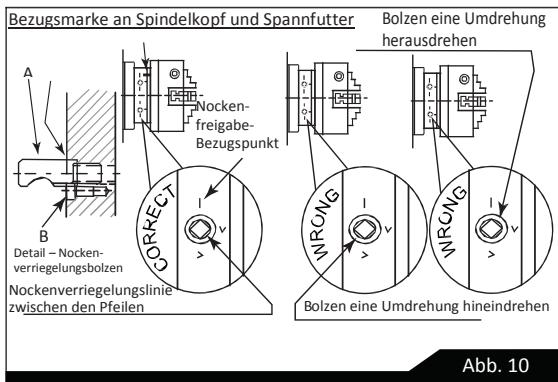

Abb. 10
Beim Anbringen von Spannfuttern oder der Planscheibe zunächst sicherstellen, dass Spindel- und Futterkegel gründlich gesäubert wurden und dass alle Nocken in den korrekten Positionen arretiert sind; siehe die Abbildung. Es ist u.U. erforderlich, beim Anbringen eines neuen Spannfutters die Verriegelungsnockenbolzen (a) auszuwechseln. Dazu die Arretierschrauben (B) entfernen und die Bolzen so justieren, dass der Ring (C) mit den eingravierten Marken bündig mit der Rückseite des Spannfutters ausgerichtet ist, d.h. mit dem Schlitz auf das Loch für die Arretierschraube ausgerichtet (siehe Abb. 10.)